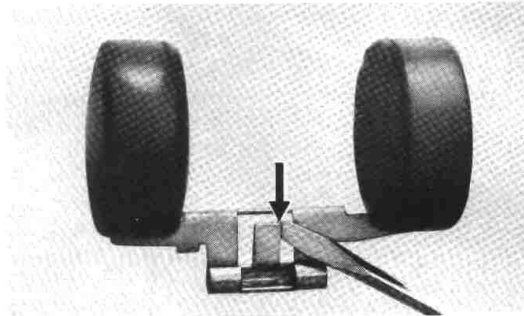

Fig. 4-3-18
- e. To correct float height, bend the tang a slight amount as required. (Fig. 4-3-18)
- e. Pour corriger la hauteur du bras du flotteur, courbez-en un peu la queue, juste ce qu'il faut. (Fig. 4-3-18)